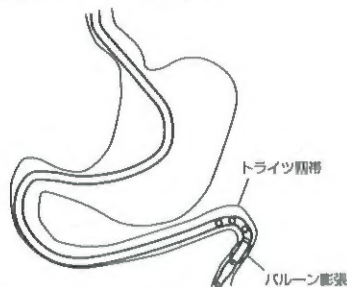

図9
14. 本品の先端誘導部およびバルーンがトライツ靱帯部を通過したら、バルーンを滅菌蒸留水により膨張させる。注入量はバルーン容量(4.0/12(mm/Fr))は15mL、(4.7/14(mm/Fr))は30mLを超えてはならない（図9）。